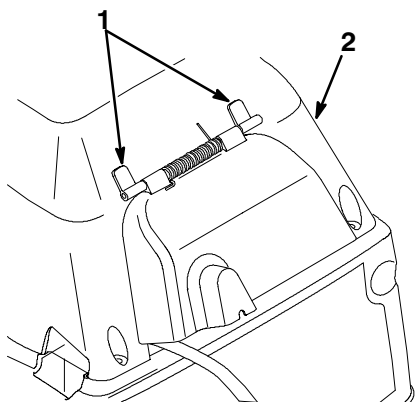

Figure 12
- Presser les pattes de fixation sur les trous prévus dans le capot jusqu'à ce qu'elles se mettent en place avec un déclic (Fig. 12).